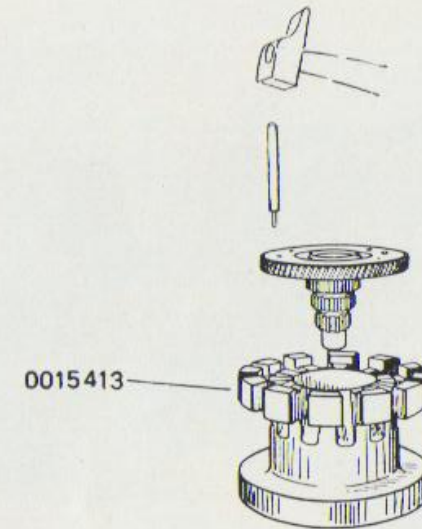

Fig. 75. - Démontage de l'engrenage élastique.
- a) Placer l'engrenage élastique sur l'outil T.001.5413 (voir fig. 75) ;